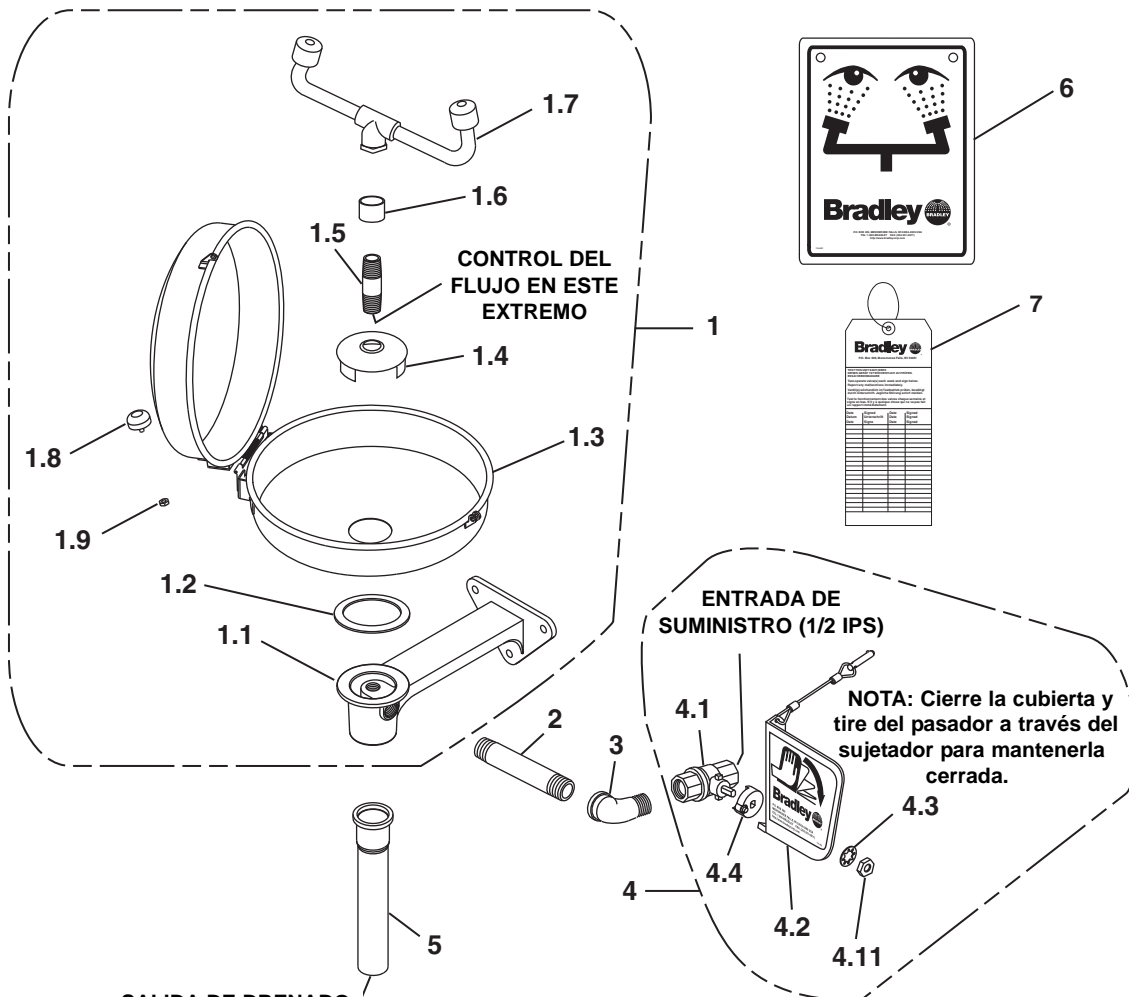

Figura 2
1. Arme los componentes restantes del lavador de ojos como se indica en la Figura 2 (página 10).